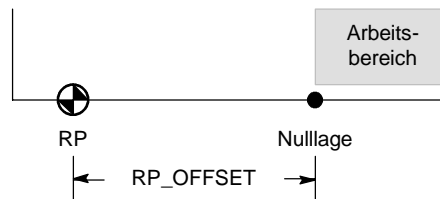

Bild 9-15 Beziehung zwischen RP und Nulllage
- Der Positionier-Assistent verfügt über erweiterte Referenzpunktoptionen, mit denen Sie einen RP-Versatz (RP_OFFSET) angeben können. Beim RP-Versatz handelt es sich um die Entfernung zwischen dem RP und der Nulllage (siehe Bild 9-15).